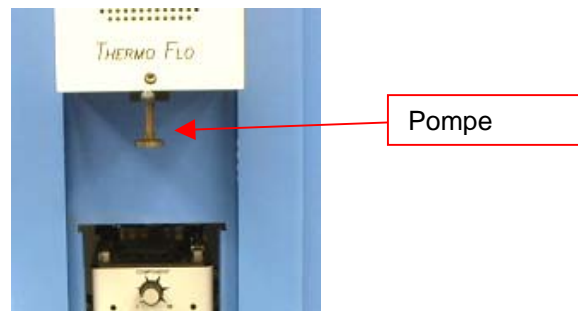

Figure 3a
- i. Installer la tête d'aspiration appropriée. Son diamètre doit être plus petit que celui du dessus du composant. La tête d'aspiration se visse. (Figure 3a)